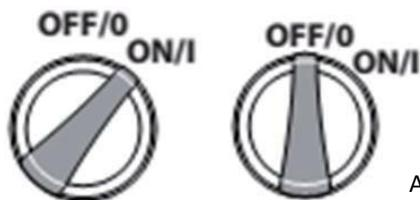

Abb. 3
5. Stellen Sie den Netzschatzer auf die Position „I“ (Abb. 3).
2. Stellen Sie den Schalter auf die Position „O“ (Abb. 3).
2. Schalten Sie den Netzschatzler aus (Position „O“, Abb. 3).